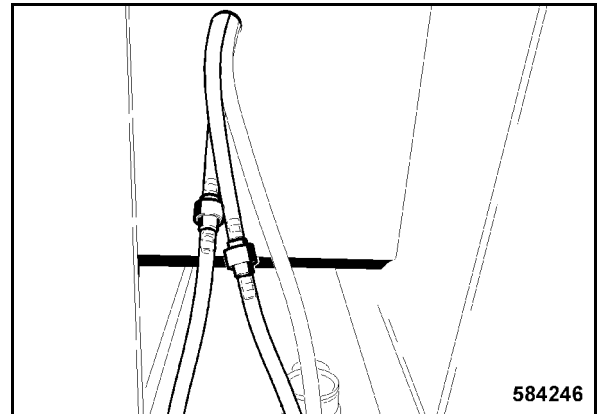

Fig. 191
- Encajar las mangueras para la alimentación del agua de lavado para el cristal frontal y trasero 1 (Fig. 191).